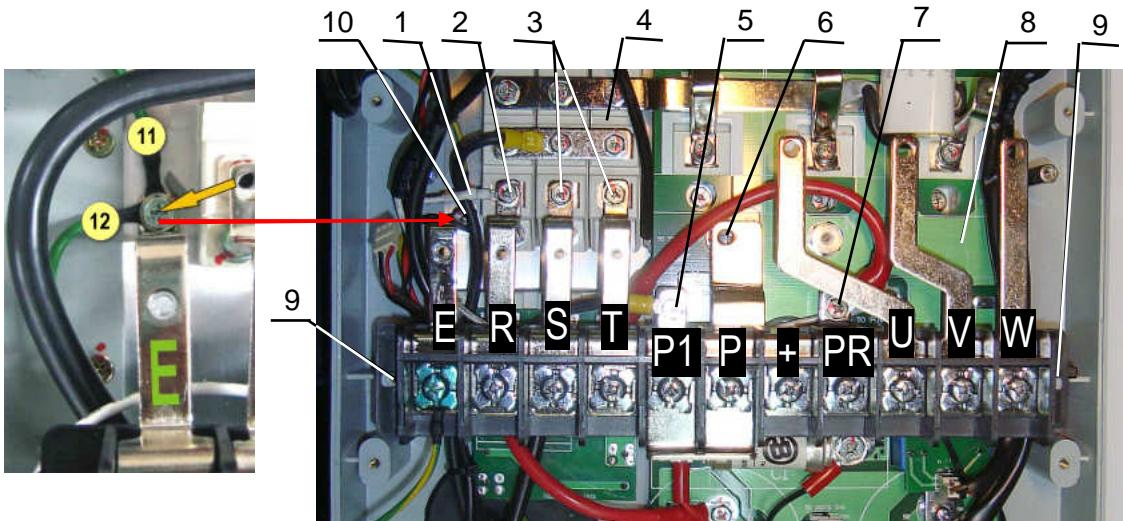

Рис. 7.20.
7.10.1. Взять клеммную колодку (табл.4.1, поз.16), установить колодку в корпус ПЧ, совместив крепежные отверстия с стойками средней части корпуса ПЧ (рис.7.20).
7.10.2. Вкрутить два винта 9 крепления клеммной колодки к стойкам корпуса (рис. 7.20).
7.10.3. Взять провода заземления (табл.4.1, поз.23 и 24; рис.7.20, поз.12 и 11), прикрутить винтом 10 (M5x12) наконечники проводов заземления и шину Е клеммной колодки к радиатору (рис.7.20).
7.10.4. Прикрутить наконечник красного провода «PR» винтом 7 (M5x12) к шине PR клеммной колодки (рис.7.20).
7.10.5. Прикрутить шину клеммной колодки Р винтом 6 (M4x8) к втулке емкостной платы (рис.7.20).
7.10.6. Прикрутить наконечник короткого провода реактора винтом 5 (M5x12) к шине P1 клеммной колодки (рис.7.20).
7.10.7. Прикрутить шины S и T клеммной колодки двумя винтами 3 (M5x12) к диодно-тиристорному модулю 4 (рис.7.20).
7.10.8. Прикрутить наконечник провода предзаряда 1 и шину R клеммной колодки винтом 2 (M5x12) к диодно-тиристорному модулю (рис.7.20).